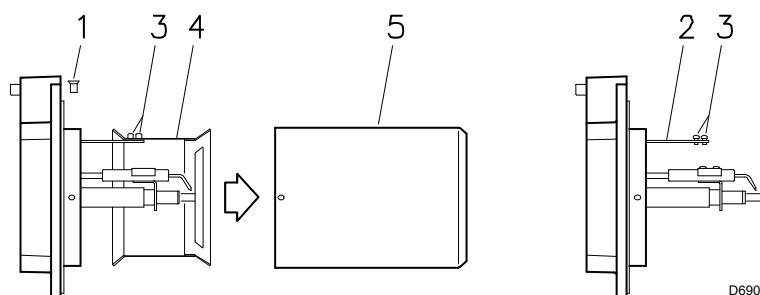

Fig. 8
5.5 Bevestiging brander op de ketel (Fig. 8)
- Draai de schroeven 1) (Fig. 8) los en demonteer het sputstuk 5).